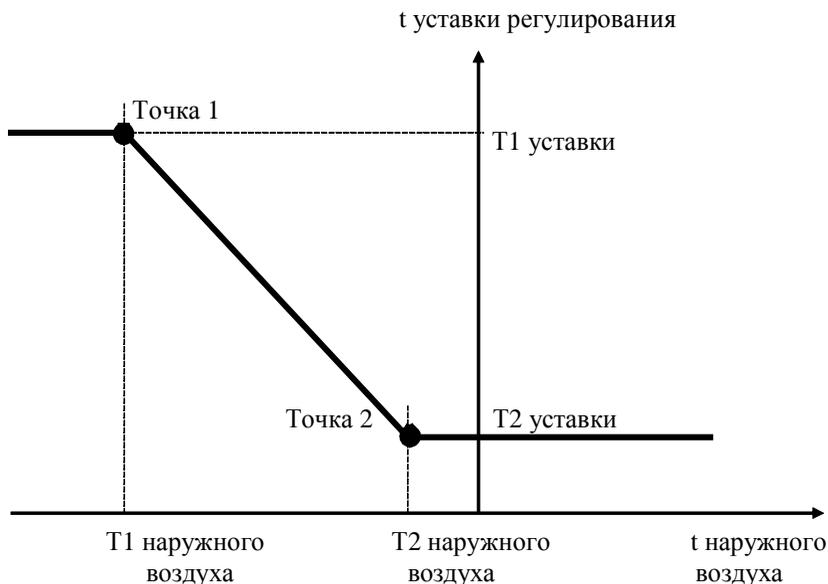

Рисунок 3
- 2. По температурному графику (См. рисунок 3.)***
На графике (Рис.3) определена зависимость уставки регулирования от температуры наружного воздуха. Оператор настраивает значение температуры наружного воздуха и величину уставки в точках перегиба «1» и «2» графика.